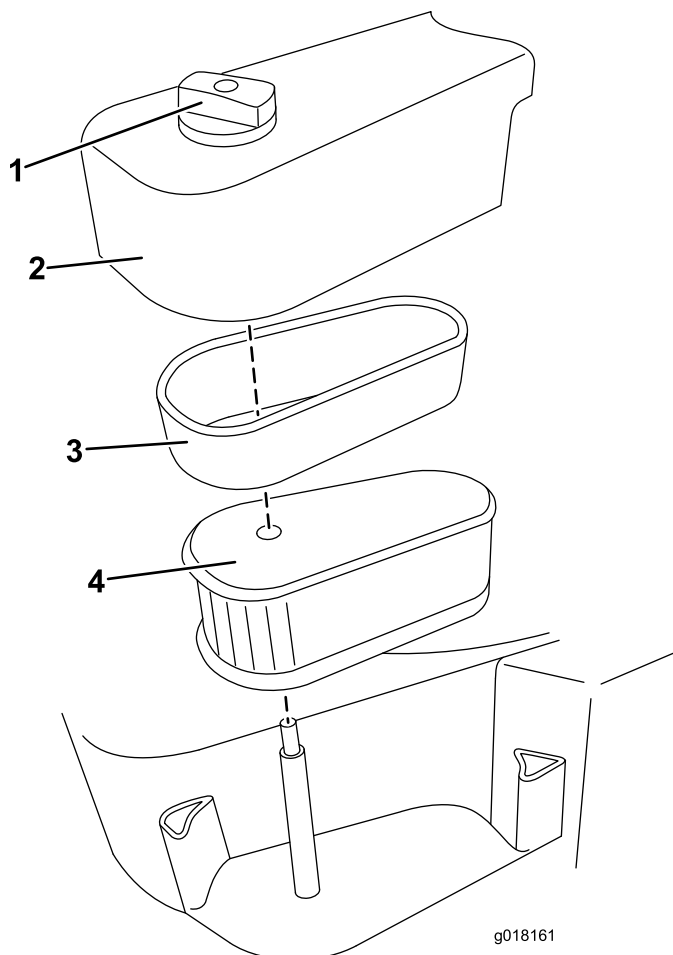

Figura 17
2. Allentate la manopola che fissa il coperchio del filtro dell'aria (Figura 17).
4. Con cautela togliete insieme il filtro di schiuma e la cartuccia, quindi separate il filtro di schiuma dalla cartuccia (Figura 17).
7. Montate il coperchio (Figura 17).